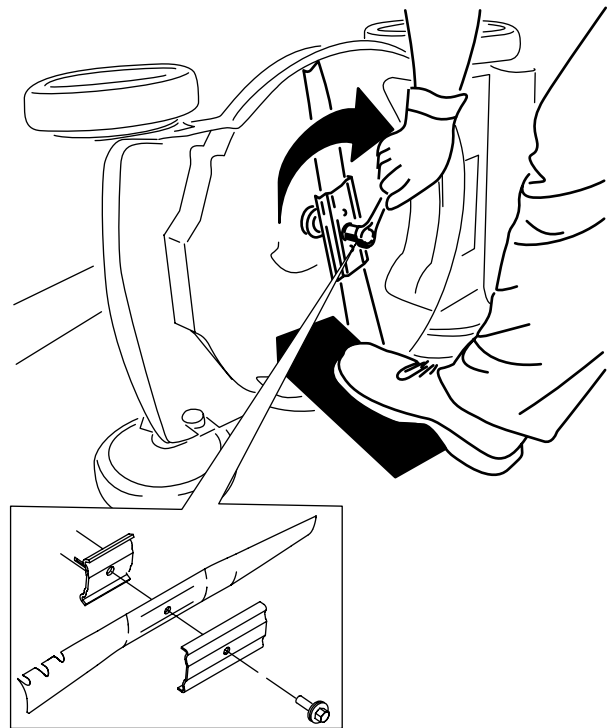

Bild 33
5. Setzen Sie das neue Messer und alle Schrauben auf (Bild 33).